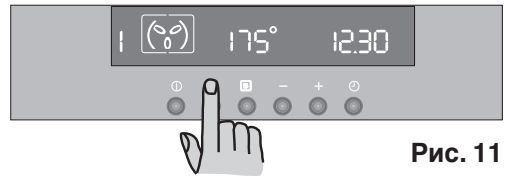

Рис. 11
- 1) Поместите продукты в духовой шкаф, включите его, выберите режим приготовления и отрегулируйте температуру, если это требуется (Рис. 11).